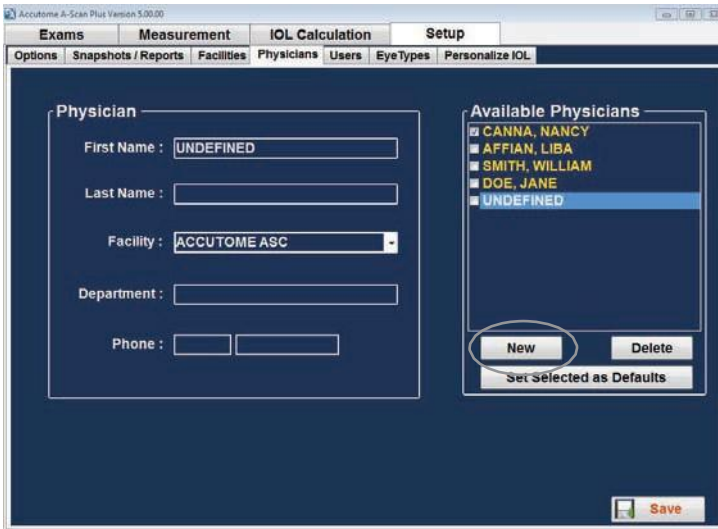

Figura 5-36: Ventana de usuarios
1. En la ventana de usuarios, seleccione “New” (“Nuevo”), como se muestra en la figura 5-36.